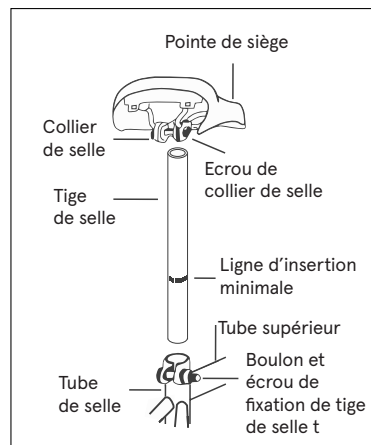

Fig. 8
Étape 3: Assemblage de la selle (Voir Fig. 8)